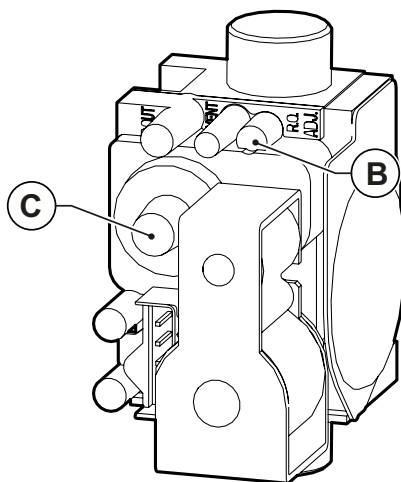

Fig. 36 Regulación valor anhídrido carbónico
- Regular el valor del anhídrido carbónico (CO₂) en los humos girando el regulador de relación **B** (ver Fig. 36 Regulación valor anhídrido carbónico) y asegurarse de que no supere los límites de la Tab. 1 Datos de calibrado KR 45 y de la Tab. 2 Datos de calibrado KR 60.
- Regular el valor del anhídrido carbónico (CO₂) en los humos girando el regulador de offset **C** (ver Fig. 36 Regulación valor anhídrido carbónico) y asegurarse de que no supere los límites de la Tab. 1 Datos de calibrado KR 45 y de la Tab. 2 Datos de calibrado KR 60.